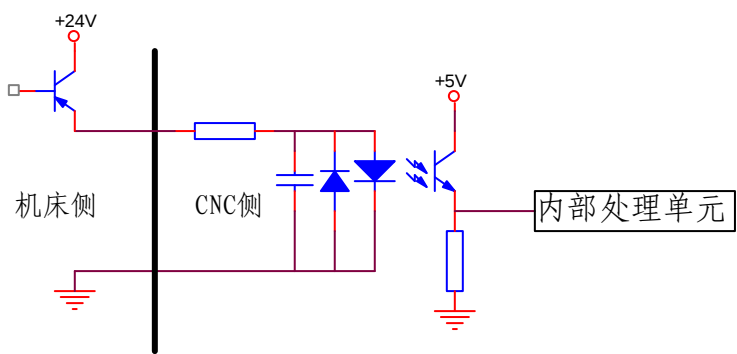

图 4.8 用 PNP 型传感器的连接
b) 用一个 PNP 型传感器既做减速信号又做零点信号时的连接方法如下图 4.8 所示：